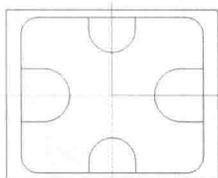

图 1-19 关于 X 轴镜像结果
9) 关于 X 轴镜像操作。选择上边圆弧及 2 个直线段，回车，系统弹出“镜射选项”对话框。单击“X 轴：选择点”按钮，单击确定按钮，完成镜像操作，结果如图 1-19 所示。